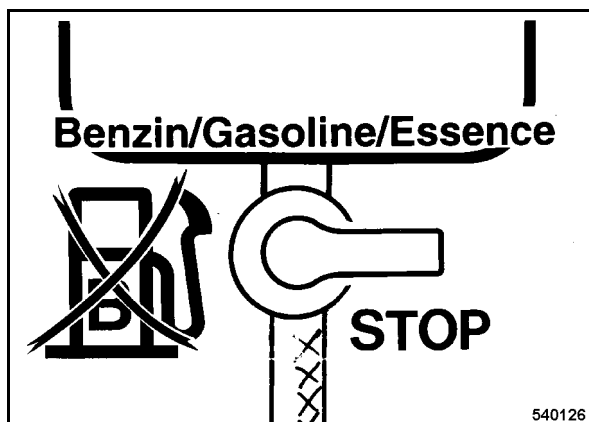

рис. 47
- Установить топливный кран (рис. 47) в положение "STOP" (закрыто).